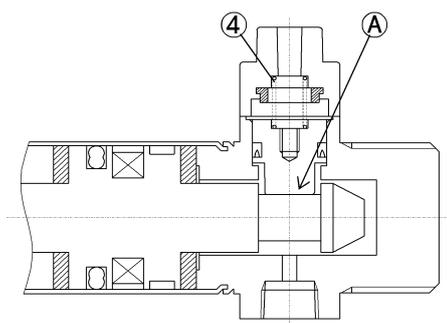

図2
- (b) さらにシリンダのピストンがストロークエンドに近づき、スリーブの溝Aがストップピストンの位置までくるとストップピストンはスプリング④によって押し戻され、ストップピストンが溝に入り込みロックされます。(図2)